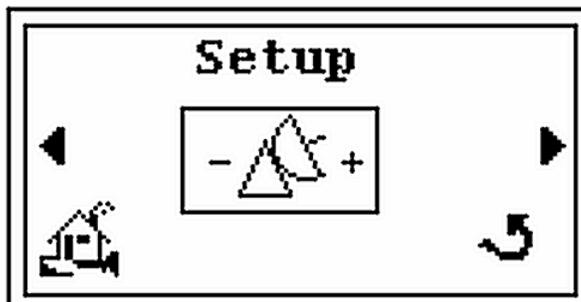

Abbildung 2-13 Setup-Bildschirm
3. Drücken von  und der *Setup-* Bildschirm erscheint (Abbildung 2-13).